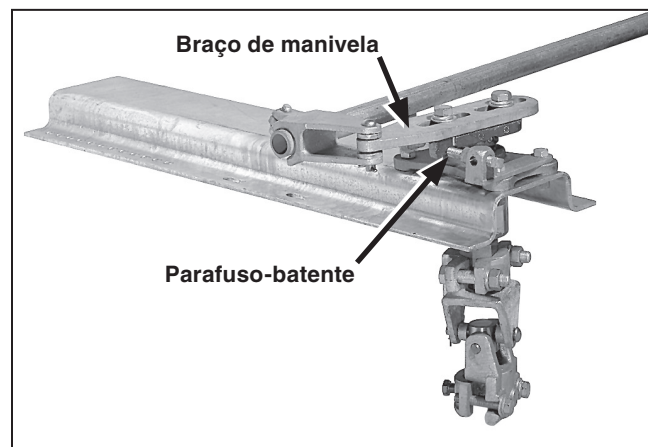

Figura 10. Braço de manivela apoiado no parafuso-batente.
**PASSO 7.** Assegure-se que cada braço de manivela toca em seu parafuso-batente. Ver Figura 10.